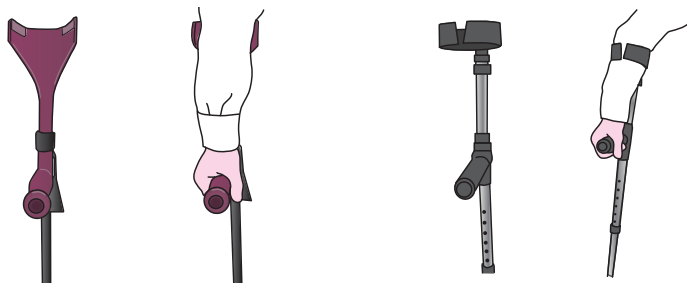

図 4-4 オープンカフとクローズカフ
- カフにはJ形のオープンカフと、O形のクローズカフがあります。クローズカフは支持性が高く、力が入りやすいかたちです。しかしクローズカフはリングの中に腕を通さなくてはならないので、厚手の上着の場合には腕が入らないという不便さもあります。(図 4-4)